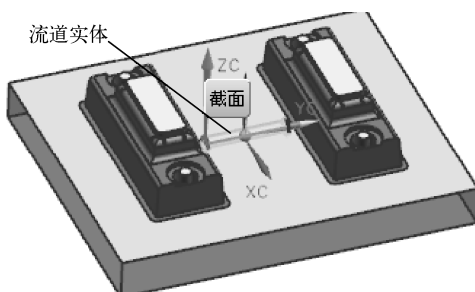

图 9-5 流道实体预览
(4) 在草图工具条上单击【完成草图】按钮，这时将出现流道的预览效果，如图 9-5 所示。